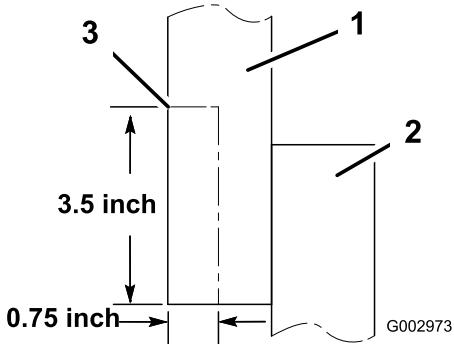

Figure 30
8. Si vous possédez un ancien modèle, vous devrez couper l'ensemble de maintien pour laisser de l'espace pour le flexible (Figure 30).